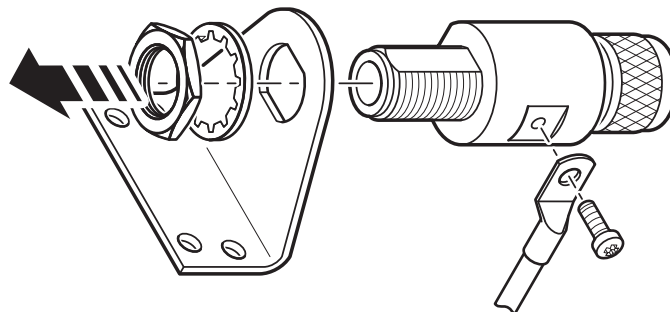

Abbildung 8.8: Montage des Überspannungsschutzes MBG S-PRO
2. Befestigen Sie die mitgelieferte Halterung wie in  Abb. 8.8 gezeigt und montieren Sie dann den MBG S-PRO an der Halterung.